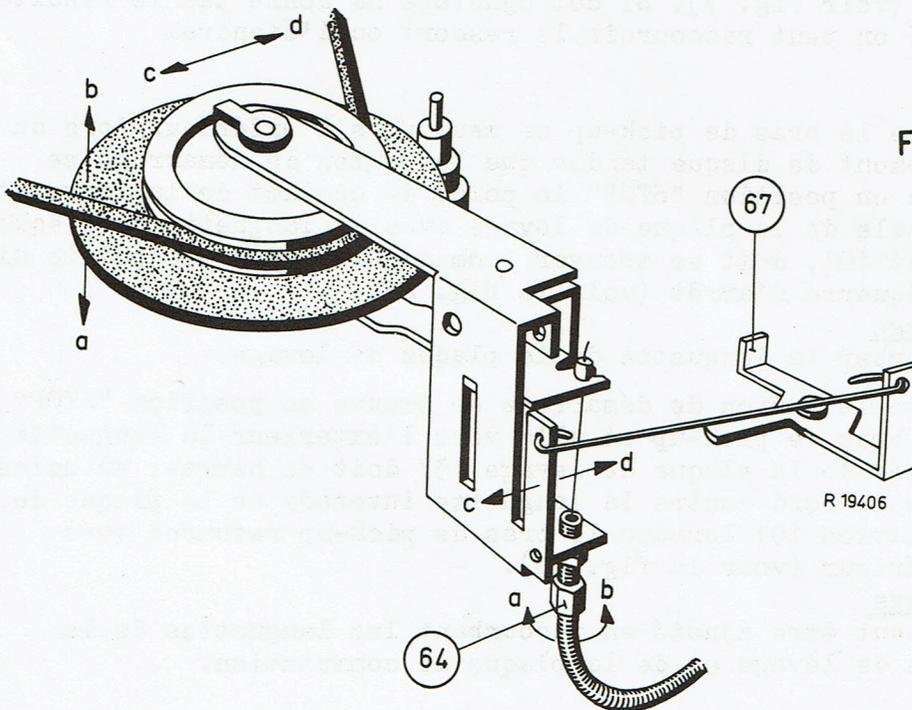

Fig.9
E. ROUE INTERMEDIAIRE (voir la fig. 9)
Voir la fig. 9. Lorsque la roue intermédiaire est levée dans la position susmentionnée de la poulie, la languette soulevée de l'équerre de la roue intermédiaire doit être recourbée en sens "d".
Ajustage (voir la fig. 9)